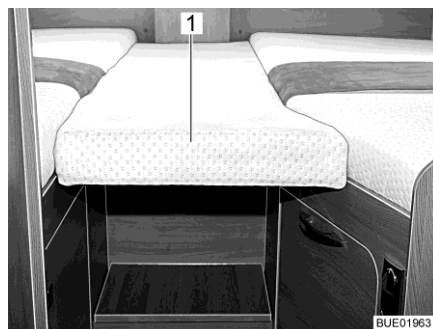
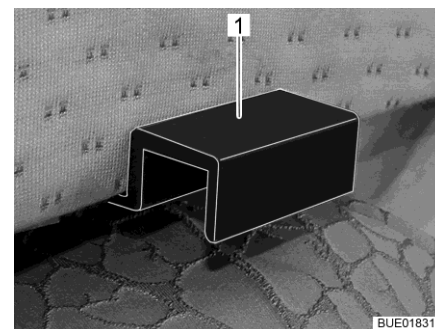

Fig. 115 Coussin supplémentaire
Fig. 116 Fixation du coussin supplémentaire
- Accrocher le coussin supplémentaire (Fig. 115,1) avec les fixations (Fig. 116,1) dans les caches des lits simples de manière à ce qu'il se forme un couchette complète.